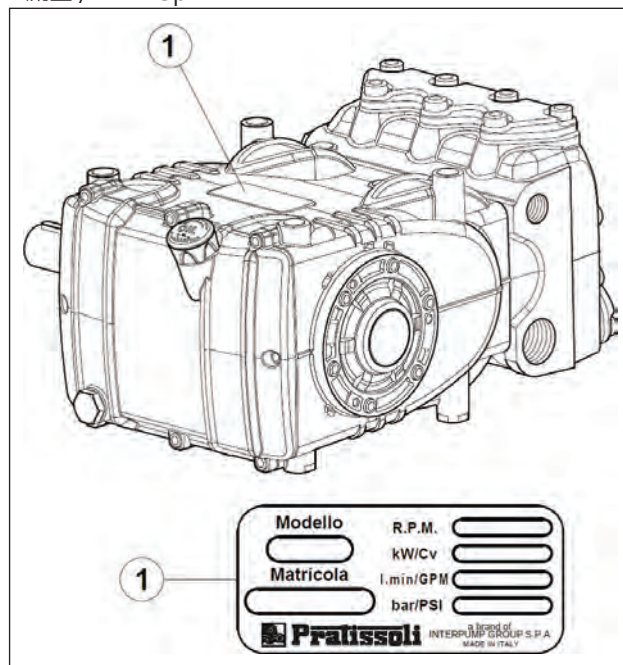

图 1
每个泵浦均备有一块识别标牌，请查看图 1 的部位①，上面标有：